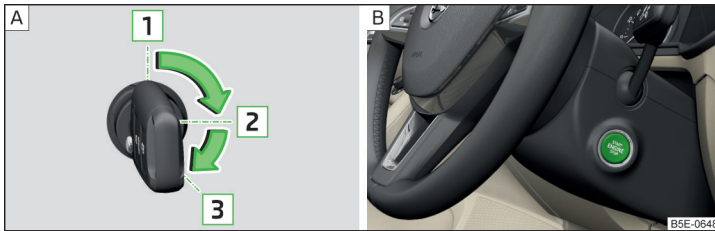

Fig. 237 Positions de la clé du véhicule dans le contacteur d'allumage / bouton de démarrage
Positions de la clé du véhicule dans le contacteur d'allumage » fig. 237 - [A]
➤ Appuyez sur le bouton » fig. 237 - [B], le contact est mis/coupé.
- Sur les véhicules avec **contacteur d'allumage**, tournez la clé dans la position 3 » fig. 237 à la page 211 - [A], le processus de démarrage est enclenché. Relâchez ensuite la clé, le moteur démarre automatiquement.
- Sur les véhicules avec **bouton de démarrage**, enfoncez brièvement le bouton » fig. 237 à la page 211 - [B], le moteur démarre automatiquement.
- Sur les véhicules avec **contacteur d'allumage**, tournez la clé dans la position 1 » fig. 237 à la page 211 - [A].
- Sur les véhicules avec **bouton de démarrage**, enfoncez le bouton » fig. 237 à la page 211 - [B], le moteur et le contact sont coupés simultanément.
➤ Maintenez le bouton enfoncé » fig. 237 à la page 211 - [B] ou appuyez à deux reprises dans un délai d'1 seconde.